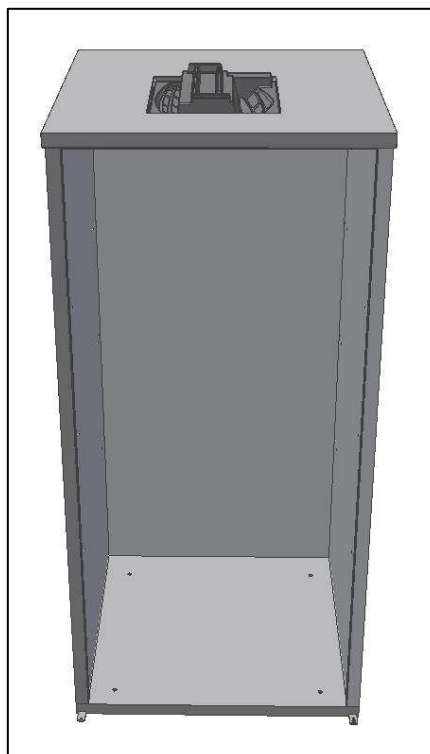

Fig. 7
- Inserire il **pannello del piano** sui pannelli laterali e sui pannelli del retro, fissare solo al retro (Fig.7).